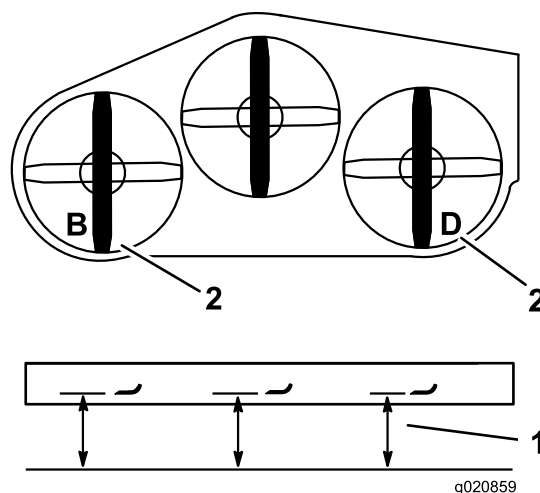

Figure 84
- Mesurez et notez la distance au point **B** entre la surface plane et le tranchant de la pointe de la lame gauche (Figure 84).
- Mesurez et notez la distance au point **D** entre la surface plane et le tranchant de la pointe de la lame droite (Figure 84).
- La mesure au point **B** doit être égale à 3 mm (1/8 po) près à la mesure au point **D** (Figure 84). Si ce n'est pas le cas, passez aux opérations suivantes.